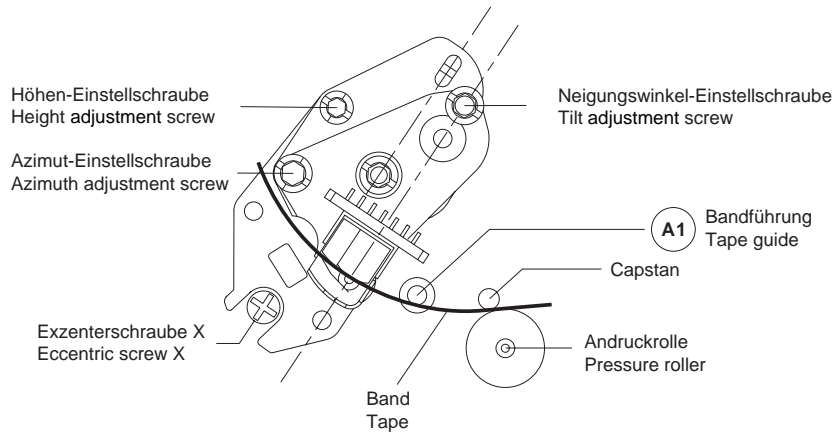

Fig. 25
- Mit der Schraube für den Neigungswinkel (Fig. 25) die Bandunterkante gut auf die Bandführung "A1" aufsetzen (das Band darf nicht an der Unterkante eingerollt sein).
- By means of the tilt adjustment screw (Fig. 25) move the tape until the lower edge just touches the tape guide "A1" (the lower edge of the tape must not bend).
- Mit der Höheneinstellschraube maximale Ausgangsspannung einstellen (Fig. 25).
- Mit der Azimuteinstellschraube auf maximale Ausgangsspannung einstellen (Fig. 25).
- Adjust for maximum output voltage with the height adjustment screw (Fig. 25).
- Adjust to maximum output voltage with the azimuth adjustment screw (Fig. 25).
- Mit der Exzentrerschraube X (Fig. 25) das Trackingsignal "TRIV" (MP  $\nabla_{05}$ ) auf Maximum stellen (DC-gekoppelt).
- With the eccentric screw X (Fig. 25) adjust the "TRIV" (MP  $\nabla_{05}$ ) tracking signal to maximum voltage (DC-coupling).